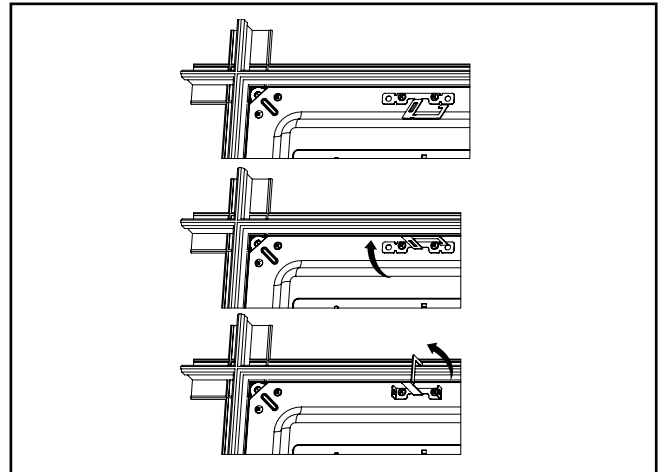

Figure 4.
6. Les brides de grille sont fournies afin d'offrir un soutien accru au système de plafond. Orientez les quatre (4) languettes du luminaire sur la GRILLE EN T en pliant les languettes perpendiculairement jusqu'à un angle de 90 degrés vers l'arrière du luminaire. Pliez ensuite les languettes à 90 degrés vers le cadre de la GRILLE EN T. Pour une utilisation en tant que bride contre les tremblements de terre, enfoncez une vis (fournie par un tiers) à travers le trou de la bride de grille et dans la grille en T comme illustré (fig. 4).